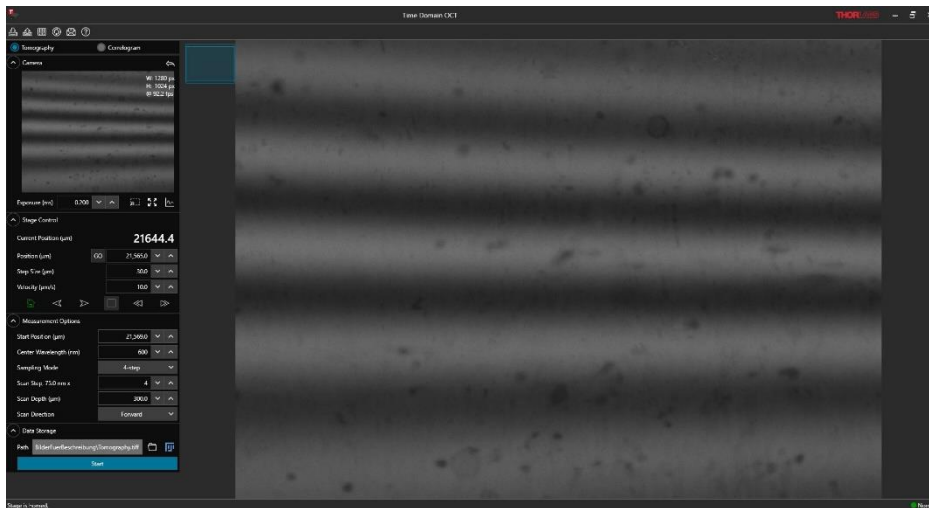

Abbildung 17: Interferenzstreifen auf flacher Probe, welche das Kamerabild komplett bedecken.
3. Für eine Messung sollten die Interferenzstreifen so dick werden, dass das Interferenzmuster das Kamerabild vollständig bedeckt (vgl. Abb. 17). Es bietet sich an, die Interferenzstreifen entweder horizontal oder vertikal auszurichten, da dies die manuelle Einstellung erleichtert. (Warum?)